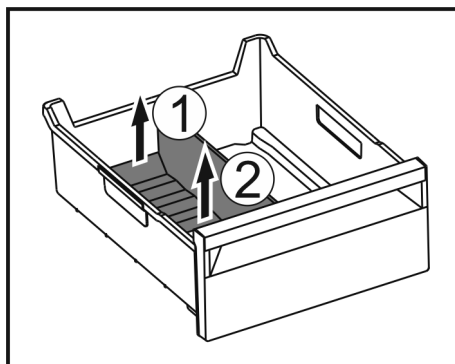

Fig. 166
- Zdvihnite zadnú časť oddelovača zásuvky na ľad. Fig. 166 (1)
- Odoberte oddelovač zásuvky na ľad nahor. Fig. 166 (2)